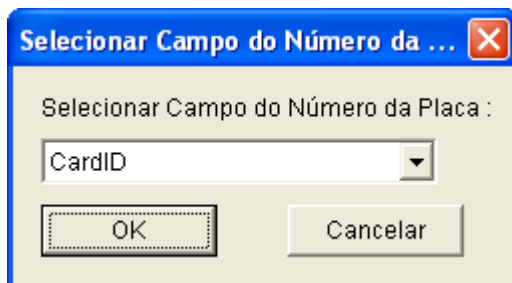

Figura 4-7
- **Alterar campo de número da placa:** Altera a configuração anterior do campo Card Number (veja a Figura 4-7).